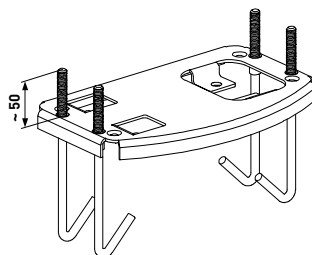

Рисунок 3.
- Вкрутите 4 анкера снизу монтажного основания соблюдая рекомендованный размер ~50 мм (рис. 3).